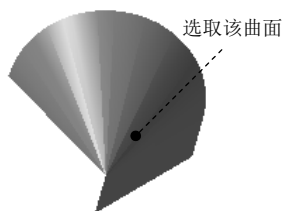

图 5.3.34 定义延伸曲面
(2) 选取图 5.3.34 所示的曲面为延伸曲面, 此时在延伸曲面上出现“箭头”。拖动鼠标将“箭头”移动到图 5.3.35 所示的位置, 再次单击鼠标, 完成另一边的曲面延伸。